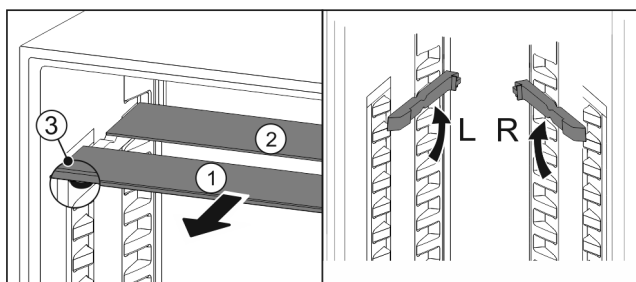

Fig. 129
- ▶ Sortir les tablettes par l'avant Fig. 129 (1).
- ▶ La tablette en verre Fig. 129 (1) avec bordure décorative est située à l'avant.
- ▶ Les butées Fig. 129 (3) sont orientées vers le bas.